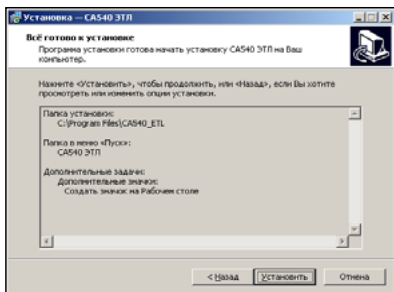
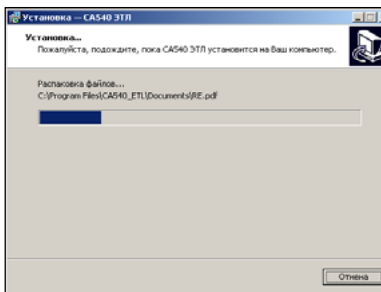

Рисунок 8.5
Рисунок 8.6
5) На екрані з'явиться вікно (рисунок 8.5). Для продовження натисніть **Установить**. На екрані з'явиться вікно, що демонструє динаміку процесу встановлення програми (рисунок 8.6).